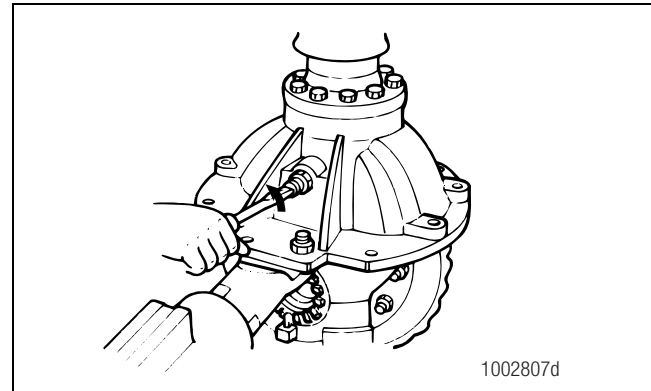
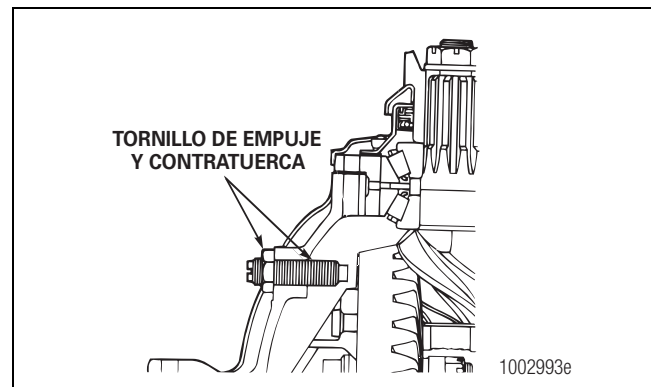

Figura 3.10
Figura 3.11
2. Retire el tornillo de empuje y la contratuerca, si así está equipado, del portadiferencial. Figura 3.10 y Figura 3.11.